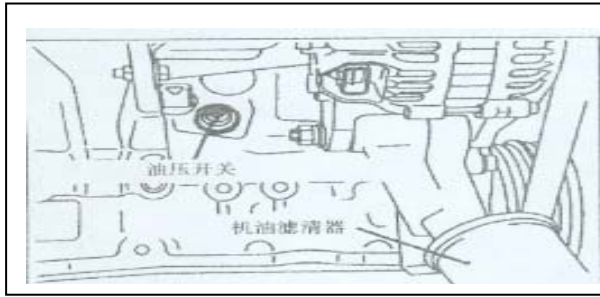

图 6-4
- (1) 确认机油量。
(2) 使用专用工具, 卸下油压开关 (见图 6-4), 如有必要, 卸下油压开关的端子。